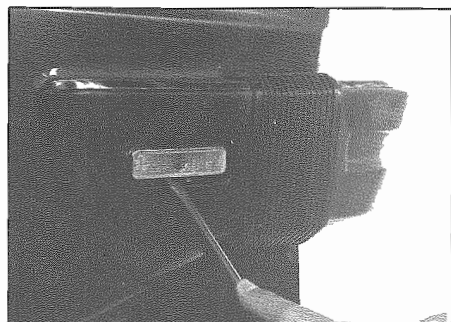

Fig. 7 - Catarifrangenti laterali
- Smontare i catarifrangenti laterali (**Fig. 7**).
- Remove side reflectors (**Fig. 7**).